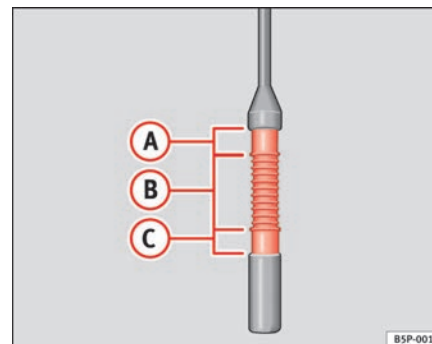

Abb. 123 Ölmesstab.
- Den Messstab anschließend wieder herausziehen und den Ölstand ablesen ⇒ Abb. 123. Füllen Sie gegebenenfalls Motoröl nach. ▶